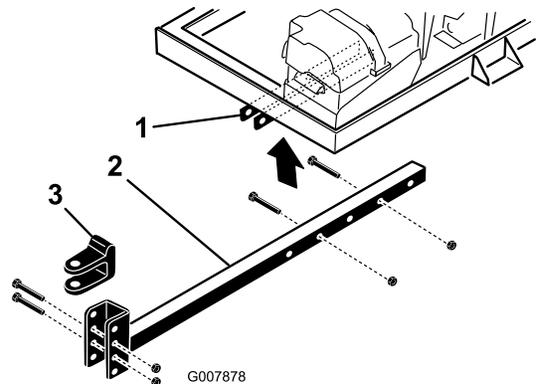

Figure 4
2. Insérez le tube d'attelage dans les supports du cadre (Figure 4). Fixez le tube au cadre avec 2 boulons ($\frac{3}{8}$ " x 3") et écrous à embase ($\frac{3}{8}$ ") serrés à 40 N·m.
- Enlevez les boulons et les contre-écrous qui fixent la chape d'attelage (Figure 4) au tube d'attelage.
- Retirez les boulons et écrous qui fixent le tube d'attelage aux supports du cadre (Figure 4).